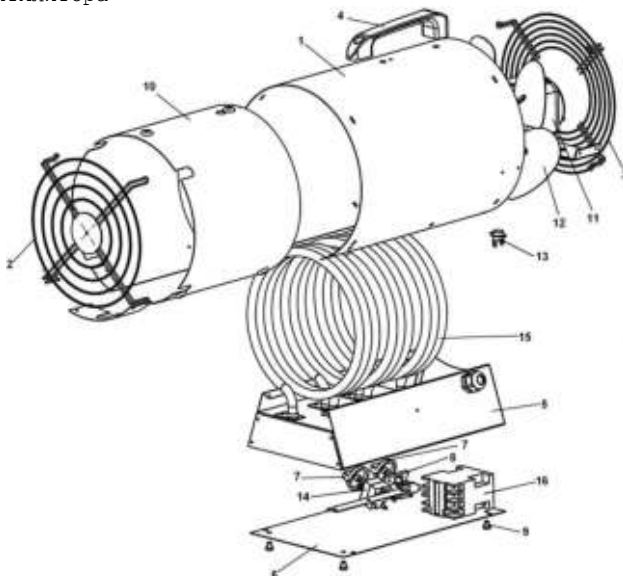

Рис.1
Соответствие положений ручки переключателя режимов работы (7) (рис.1) :
Переключатель 8(рис.1) на четыре положения предназначен для установления режимов работы.
Термостат 13(рис.1) отключает ТЭН в случае аварийного (ненормального) режима работы (перекрыто входное или выходное отверстие, перегрев вследствие остановки электродвигателя).
Терморегулятор (капиллярный термостат) 14 (рис.1) предназначен для автоматического поддержания температуры в помещении на заданном уровне. При достижении заданной температуры терморегулятор отключает нагревательный элемент, оставляя включенным вентилятор. При понижении температуры всасываемого воздуха на 3-5°С вновь включает нагрев.
Установить переключатель режимов работы (8) рис. 1 тепловентилятора положение «0» (отключено).
Переключатель режимов (8) рис.1 установить в выбранный режим. Установка режима автоматического поддержания температуры для тепловентилятора выставляется следующим образом:
Ручку (7) терморегулятора (14) рис.1 повернуть против часовой стрелки до упора;
Переключатель режимов работы (8) рис. 1 установить в положение нагрева. В этом случае тепловентилятор работает в режиме вентилятора. Плавно поворачивать ручку (7) терморегулятора (14) рис.1 по часовой стрелке до щелчка включения терморегулятора, который произойдет при совпадении уставки терморегулятора с температурой окружающего воздуха. Повернуть ручку (7) терморегулятора (14) рис. 1 по часовой стрелке еще на некоторый угол. Терморегулятор не имеет отградуированной шкалы по температуре и установка ручки на желаемую температуру в помещении уточняется (определяется) потребителем в процессе эксплуатации.
установить переключатель режимов работы (8) рис. 1 в режим вентилятора «1». В этом режиме крыльчатка будет вращаться, а ТЭН будет отключен.
установить переключатель режимов (8) рис. 1 в положение «0» - отключено. В случае длительного перерыва в работе тепловентилятора вынуть вилку шнура питания из розетки.
- переключатель режимов работы (8) рис. 1 установить в положение «0» (отключено);
- переключатель режимов (8) рис. 1 установить в положение «1» (вентилятор)
- переключатель режимов (8) рис. 1 установить в положение «1» (вентилятор) и по наличию воздушного потока убедиться во вращении крыльчатки (12). После этого можно включить нагрев.